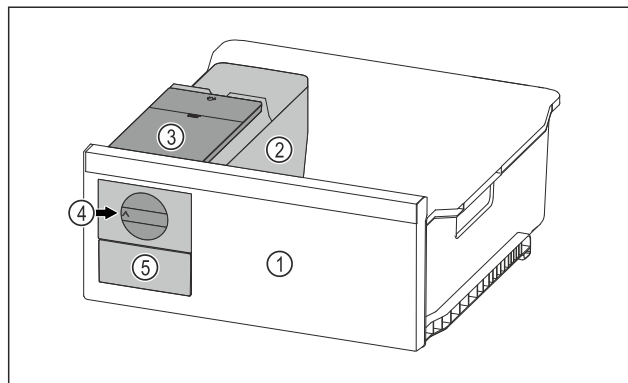

Fig. 125 Vejledende illustration
- Drej drejeknappen *Fig. 125 (4)* med uret indtil anslaget.
- ▷ Isterner falder ud af isterningebakken og ned i isterningskuffen *Fig. 125 (5)*.